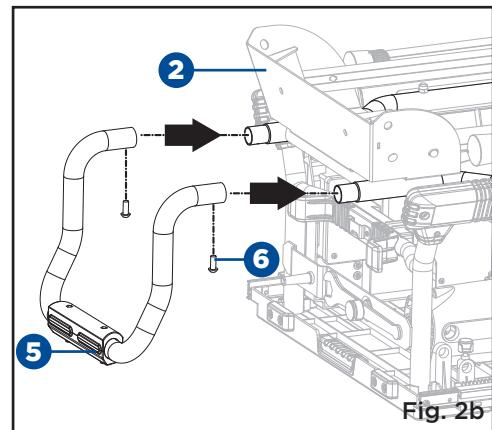

Fig. 2b
- Fixez les tubes de la poignée béquille du support (5) aux tubes correspondants (situés du côté de la section de rangement pour clé à lame) sur le support (2) et alignez les trous. Insérez les vis à tête ronde M8 x 10 (6) dans le trou et serrez à l'aide d'une clé hexagonale de 5 mm. (Fig. 2b)